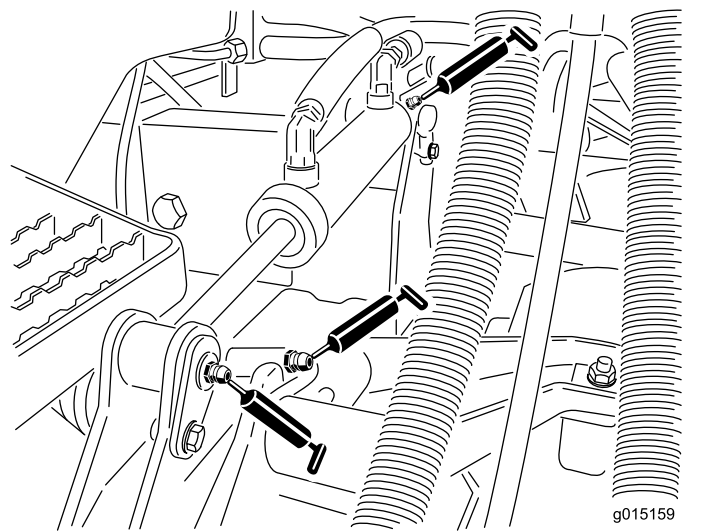

Figura 104
- Casquillos de los brazos de elevación (1 por unidad de corte); consulte Figura 104
- Casquillos de los cilindros de elevación (2 por unidad de corte); consulte Figura 104